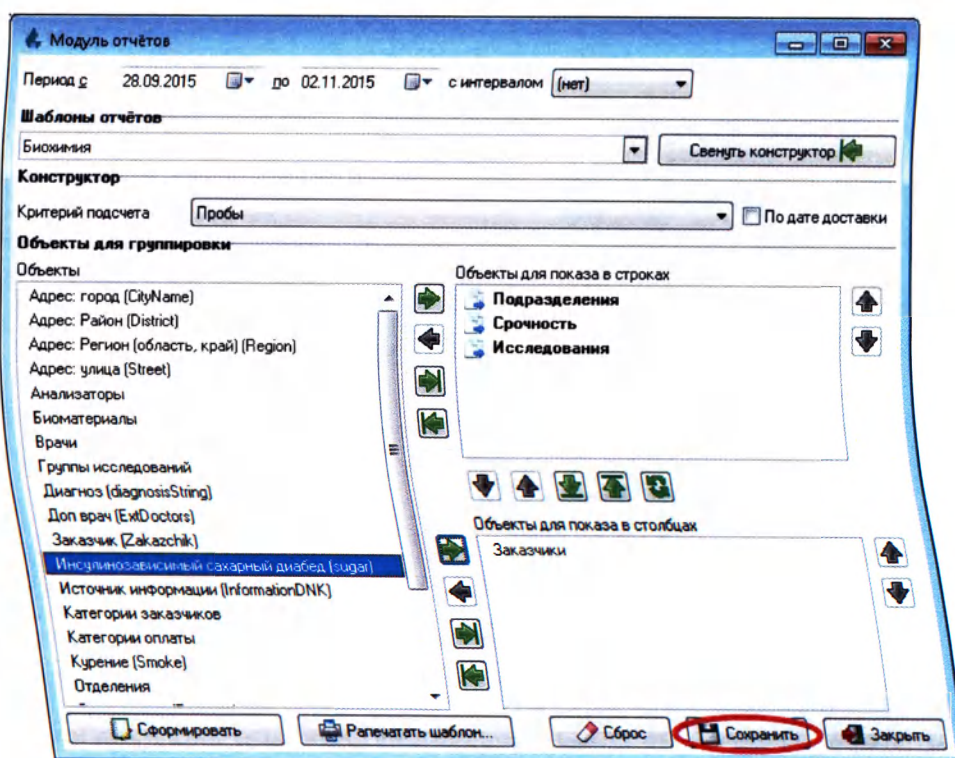

Рисунок 15.20
8. Сохраните все выбранные настройки отчета, нажав кнопку «Сохранить» (Рисунок 15.20):